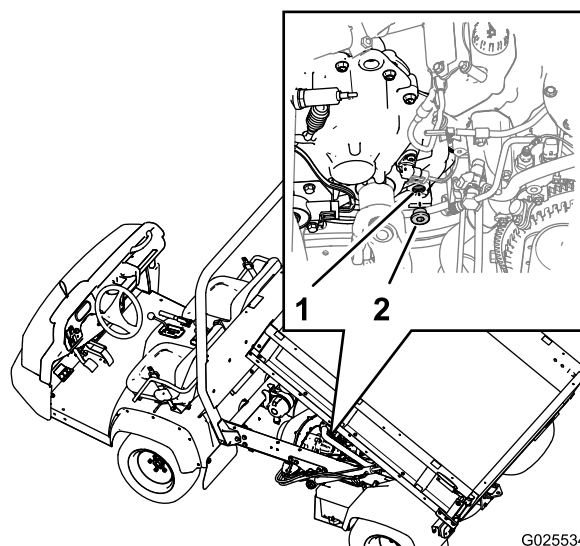

Figura 65
1. Localize o tampão de enchimento na área inferior inferior, na parte de trás da transmissão (Figura 65).
3. Rode o tampão no sentido contrário ao dos ponteiros do relógio e retire o tampão do orifício de enchimento na transmissão (Figura 65).
4. Se o nível do fluido de transmissão for baixo, adicione fluido do tipo especificado através do orifício de enchimento, até o nível do fluido estar alinhado com a parte inferior da rosca no orifício (Figura 65).
6. Instale o tampão de enchimento na transmissão e aperte-o bem à mão (Figura 65).